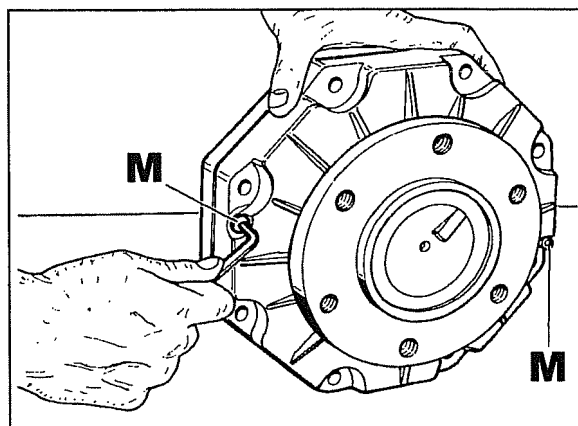
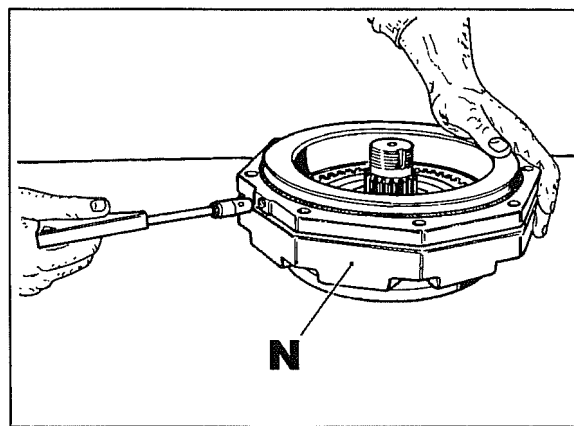

Fig. 24
Fig. 25
- 34 Dar vuelta la masa frenante y quitar los tornillos M fig. 24. Dar vuelta nuevamente la masa y con un compresor soplar (con cautela) en el orificio de alimentación del cilindro para dividirlo de la brida N como se ve en la fig. 25.